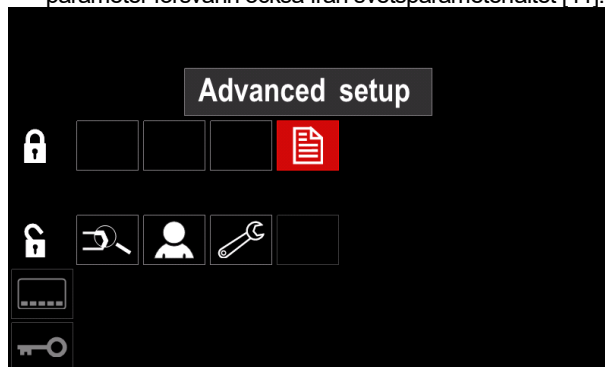

Bild 49
- Tryck på höger ratt [33]. Ikonen för vald parameter försvinner från displayens nedre del (Bild 49). Denna parameter försvann också från svetsparameterfältet [41].